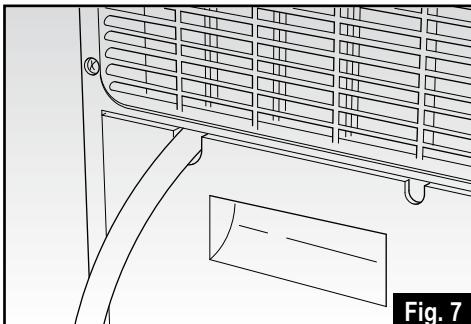

Fig. 7
- Nel richiudere la vaschetta (F), rimuovere la plastica dall'asola in modo da consentire il passaggio del tubo (G) attraverso la vaschetta stessa (Fig. 7).